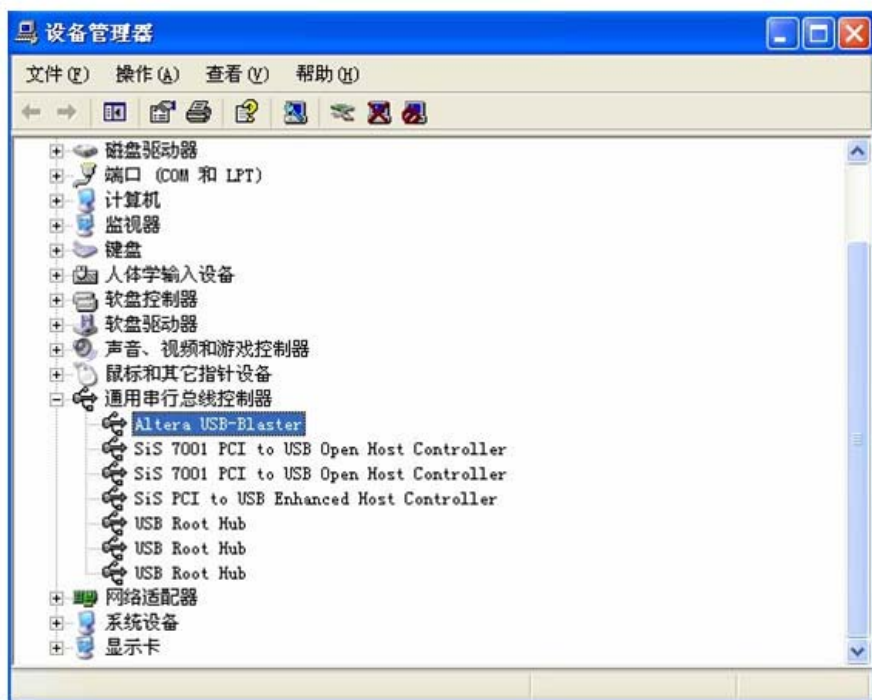

图 4-8 查看安装的设备状况
8. 进入“设备管理器”，查看硬件安装是否正确。正确安装 USB-Blaster 驱动后，会在“通用串行总线控制器”中出现“ALTERA USB-Blaster”的设备。如图 4-8 所示。